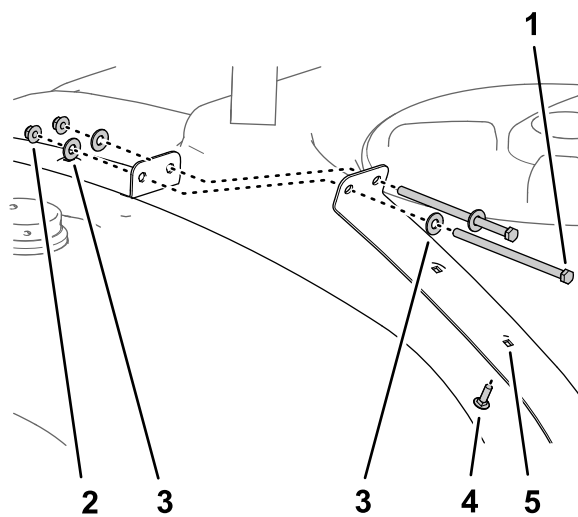

Figura 28
- Introduzca el perno de cuello cuadrado (5/16" x 1") en el segundo taladro del fleje, según se muestra en Figura 28.
- Ensamble las dos mitades del fleje delantero con los 2 pernos, 4 arandelas, y 2 contratuercas que retiró en el paso 1, y apriete los pernos y las tuercas a mano (Figura 28).
- Retire los 2 pernos (3/8" x 7"), 4 arandelas (3/8") y 2 contratuercas (3/8") que sujetan las dos mitades del fleje delantero del depósito de fumigación (Figura 28).